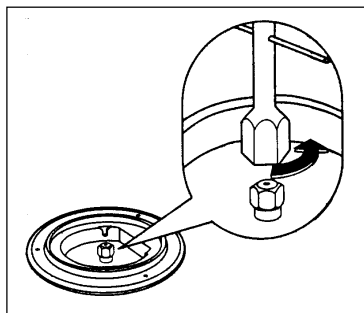

Рис. 9
3. При помощи торцевого ключа 7 размера отвинтите и снимите (Рис. 9) сопла, поменяйте их на сопла, подходящие для типа рабочего газа (см. таблицу “Характеристики горелок” на стр. 32).